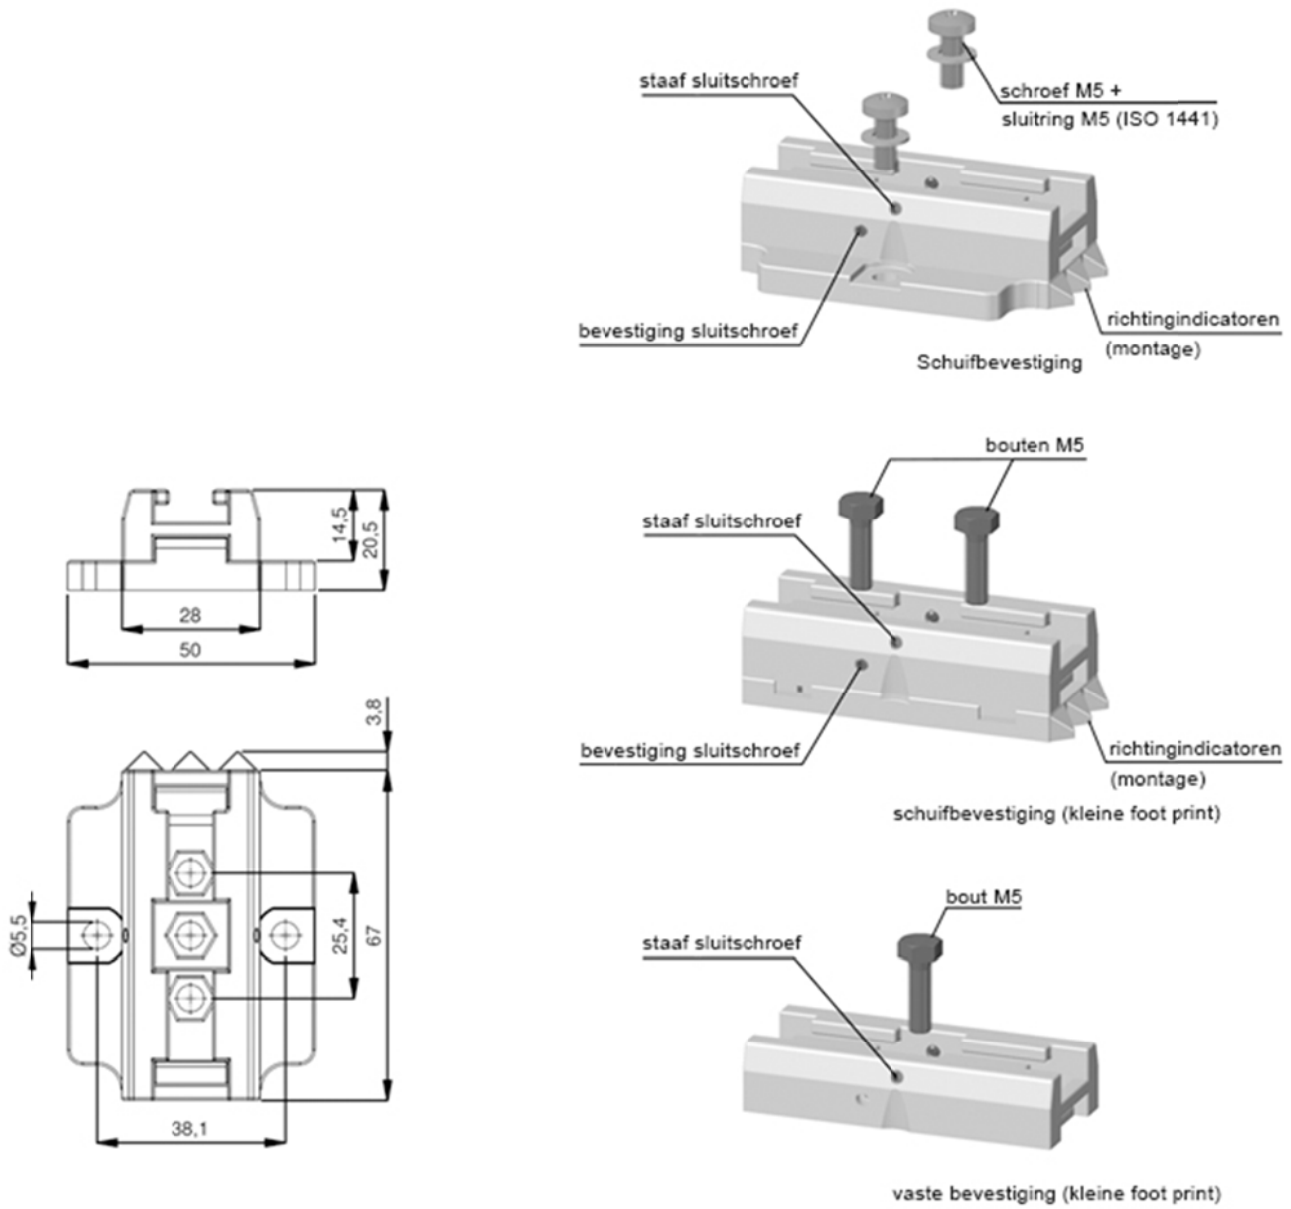

Afbeelding 3
- Om optimale resultaten te verkrijgen, moet de ionisatiestaaf worden gemonteerd zoals aangegeven in Afbeelding 3.
1. Monteer de ionisatiestaaf met behulp van de meegeleverde montagematerialen (zie afb. 3, 4, 5 en 6).